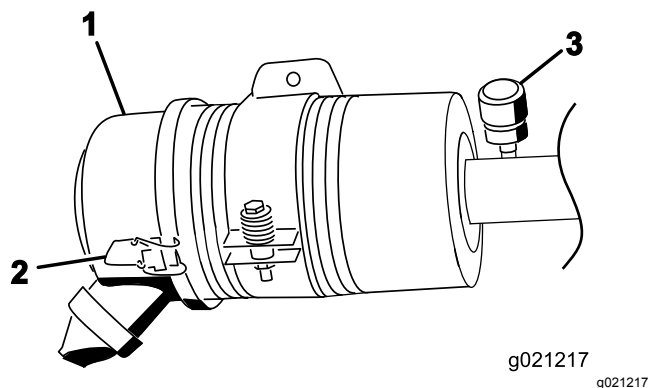

Figure 57
Faites l'entretien du filtre à air uniquement quand l'indicateur de colmatage (Figure 57) indique que cela est nécessaire. Changer le filtre à air prématurément ne fait qu'accroître le risque de contamination du moteur par des impuretés quand le filtre est déposé.
1. Desserrez les fixations qui maintiennent le couvercle sur le boîtier du filtre à air (Figure 57).